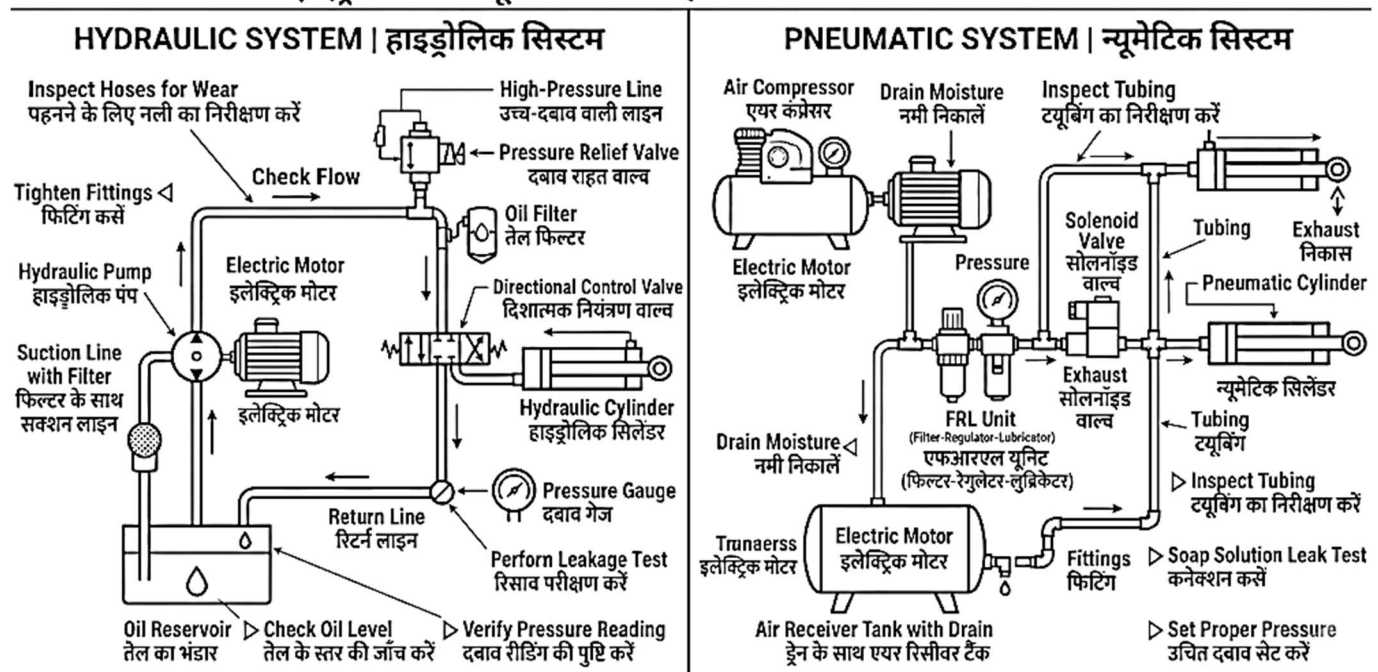

Fig. 6.2: Diagram of Hydraulic & Pneumatic Systems Installation and Connection Checks | हाइड्रोलिक और न्यूमेटिक सिस्टम इंस्टालेशन और कनेक्शन जाँच का आरेख
6.2.1 Introduction (Fig. 6.2)
6.2.1 परिचय (Fig. 6.2)